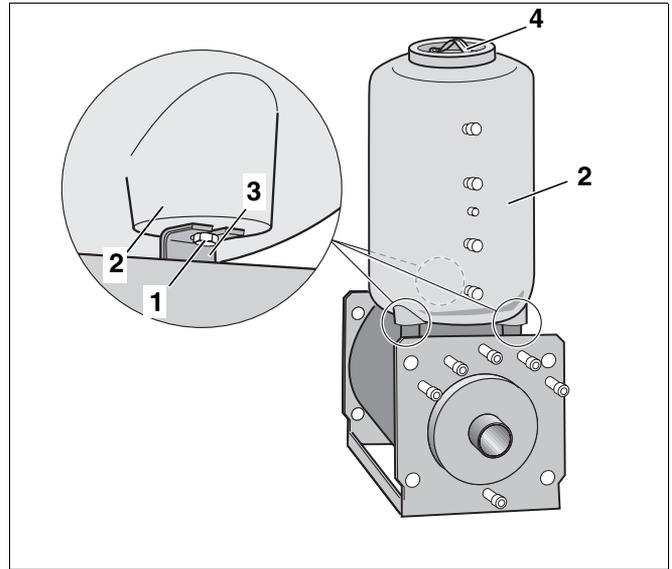

Abb. 5 Speicher-Wassererwärmer vom Heizkessel demontieren
Für den Transport des Heizkessels Logano S115 können Sie bei schwer zugänglichen Aufstellräumen den Speicher-Wassererwärmer (Abb. 5, **Pos. 2**) vom Haltewinkel (Abb. 5, **Pos. 3**) demontieren.
- Sechskantschrauben des Speicher-Wassererwärmers (Abb. 5, **Pos. 1**) lösen und entfernen.
- Speicher-Wassererwärmer am Kranbügel (Abb. 5, **Pos. 4**) vom Haltewinkel (Abb. 5, **Pos. 3**) abheben.
- Ziehen Sie bei der Montage des Speicher-Wassererwärmers (Abb. 5, **Pos. 2**) die drei Sechskantschrauben (Abb. 5, **Pos. 1**) an.